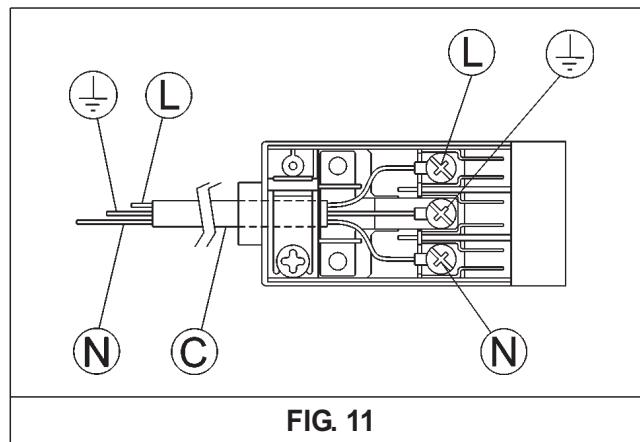

FIG. 11
- applicare al cavo d'alimentazione "C" se sprovvisto (vedi fig. 11) una spina normalizzata adatta al carico indicato sull'etichetta segnaletica. Allacciare i cavetti secondo lo schema della fig. 11 avendo cura di rispettare le sottonotate rispondenze: